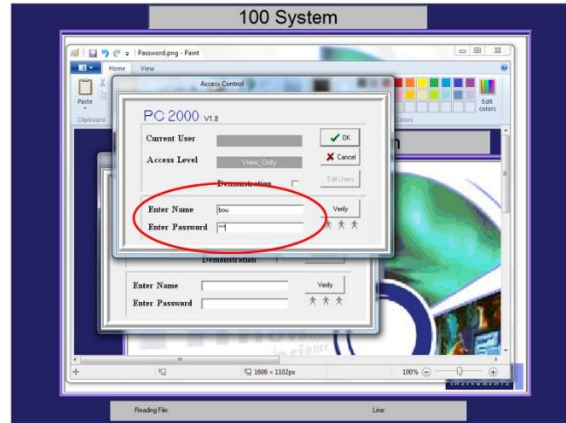

Figure 11 : PC 2000
- 4) Enter Name « **bou** », Enter Password « **bou** » (*Figure 11*)